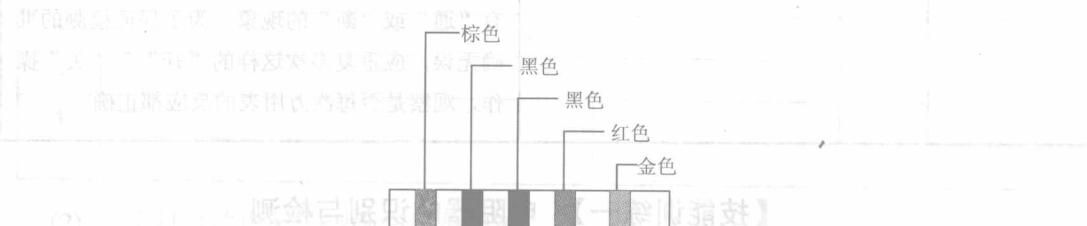

图 1-1-5 五色环电阻的读数
(2) 五色环的读数方法。五色环电阻的读数方法与四色环电阻相似，所不同的是第三环代表第三位有效数字，第四环代表  $10^n$  次方，第五环为误差环。例如：有一个五色环电阻如图 1-1-5 所示，则该电阻的阻值为